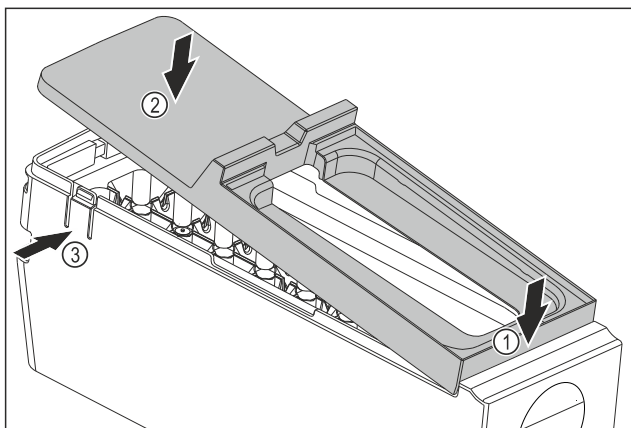

Fig. 134
- ▶ Montar la cubierta del EasyTwist-Ice: Colocar la cubierta por delante. Fig. 134 (1)
- ▶ Bajar la cubierta por detrás. Fig. 134 (2)
- ▷ La cubierta encaja en ambas lengüetas Fig. 134 (3) de forma audible.